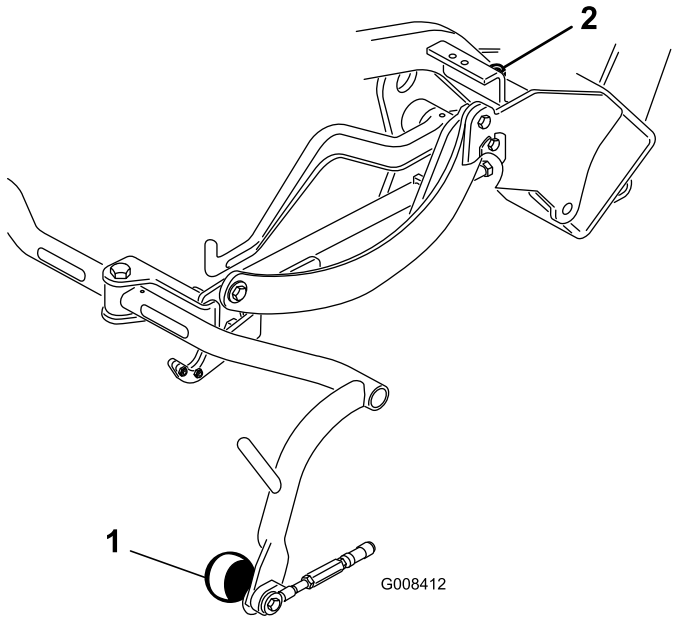

Figure 6
4. Si un réglage est nécessaire, desserrez l'écrou de blocage de la vis d'arrêt du bâti porteur (Figure 6) et tournez la vis dans un sens ou dans l'autre pour élever ou abaisser le bâti. Serrez l'écrou de blocage pour fixer le réglage.